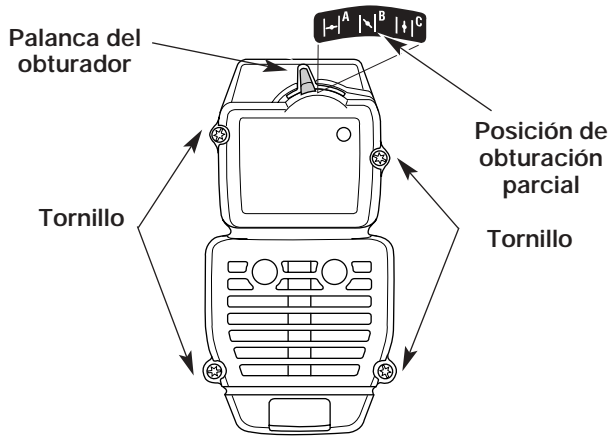

Fig. 13
1. Coloque la palanca del obturador en posición de obturación **PARCIAL (B)**.
**NOTA:** La palanca del obturador debe estar en posición de obturación **PARCIAL (B)** (Fig. 13) para sacar la cubierta del silenciador / filtro de aire.
2. Saque los cuatro (4) tornillos que sostienen la cubierta del silenciador / filtro de aire (Fig. 13). Use un destornillador de vástago plano o de broca Torx N° T20.
**NOTA:** La palanca del obturador debe estar en posición de obturación **PARCIAL (B)** (Fig. 13) para instalar la cubierta del silenciador / filtro de aire.
2. Inserte los cuatro (4) tornillos en los orificios de la cubierta del silenciador / filtro de aire y ajústelos. **No los ajuste demasiado.**